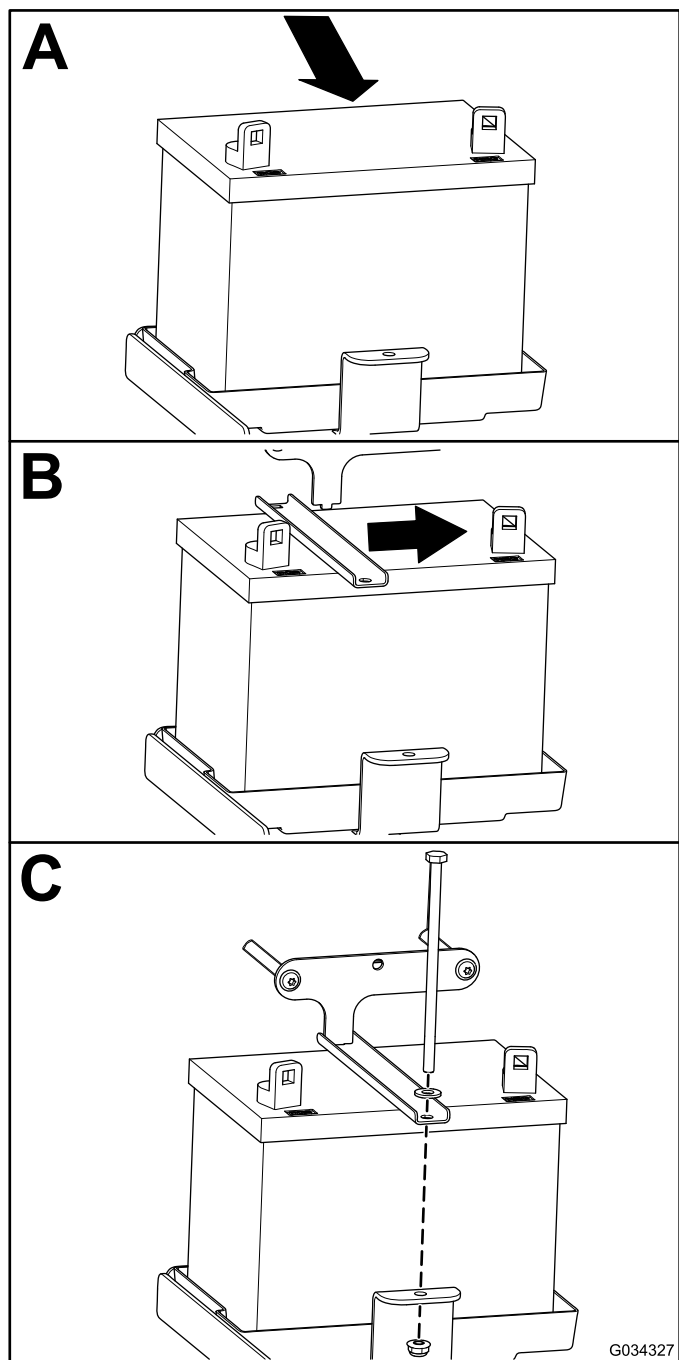

Figura 49
1. Instale a bateria como se mostra na Figura 49.